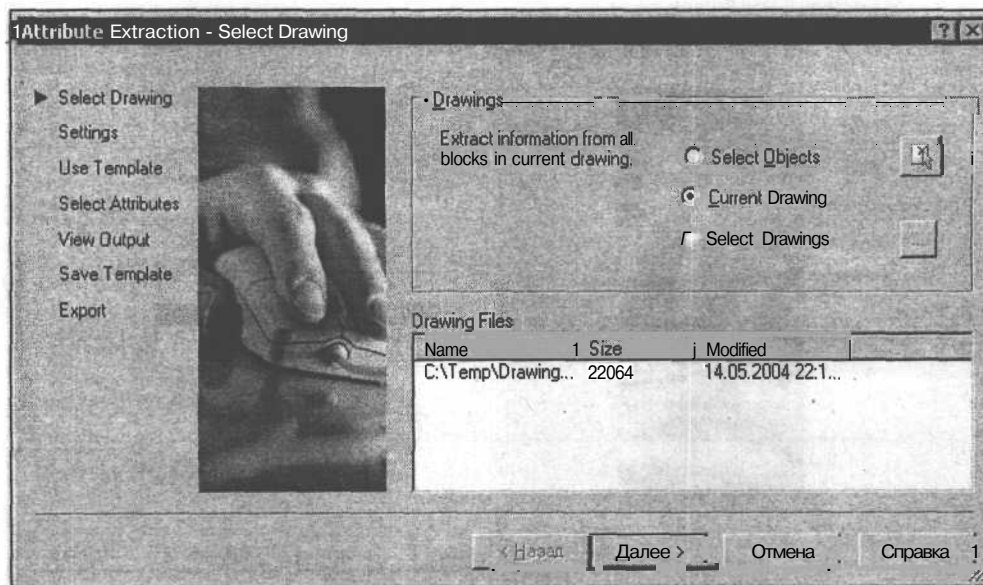

Рис. 17.11. Первая страница диалогового окна Мастера извлечения атрибутов
1. Откройте выпадающее меню **Tools** (Сервис) и выберите в нем **Attribute Extraction** (Извлечение атрибутов). Появится первая страница диалогового окна **Attribute Extraction** (Извлечение атрибутов) Мастера извлечения атрибутов (рис. 17.11).